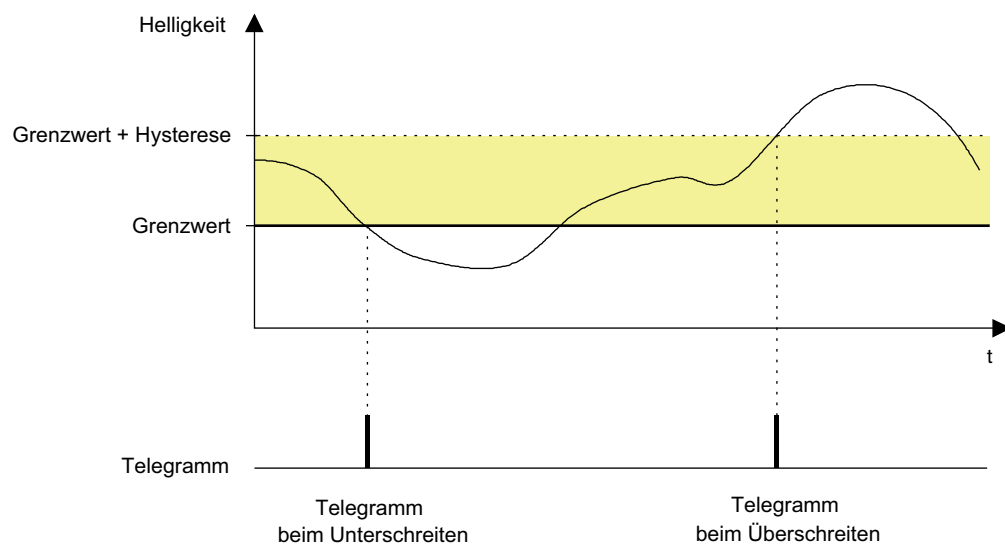

Bild 60: Beispiel 2 zur Grenzwertdefinition
2. Helligkeitsgrenzwert = Untere Schwelle (Bild 60)